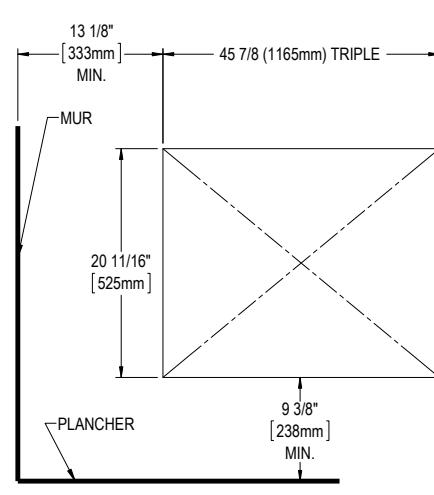

FIG. 3
2. Les unités triples doivent être installées à une distance minimale de **12 po (305 mm)** des murs adjacents et de **8 po (203 mm)** du plancher. Pour connaître l'ouverture d'encaissement des unités triples, référez-vous à la figure 3.